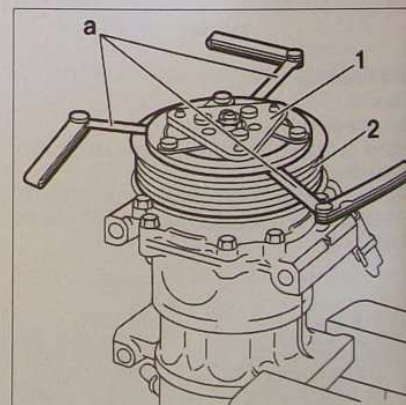

FIG. 17
- Mesurer la valeur de l'entrefer entre le plateau (1) et la poulie (2) à l'aide d'un jeu de cales (sur 3 points en 'a') (Fig.17).